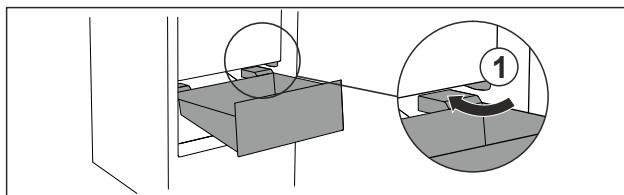

Fig. 65
- Prevedte zásuvku šikmo okolo zarážok Fig. 65 (1).